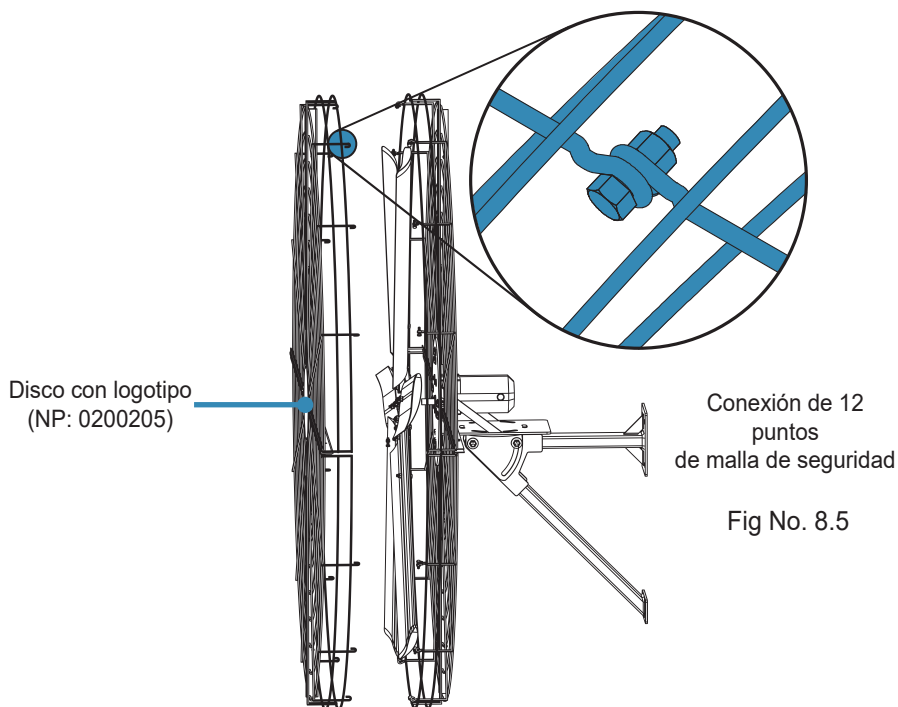

Fig No. 8.5
8.1 Coloque el juego de 8 ángulos de aluminio (fig. No. 6.5) que forman la estructura de la malla de protección trasera (fig. No. 8.5) en el plato circular de la unidad de poder (fig. No. 7.2) usando los tornillos 02TOR03 KIT 3 apriételos de forma moderada.